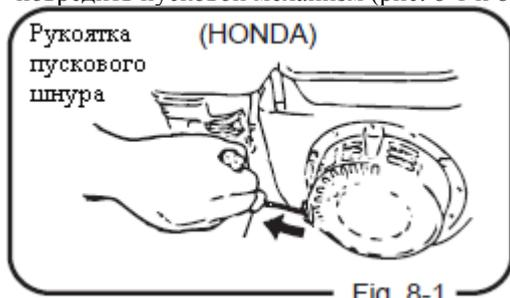

Fig. 8-1
- Плавнo потяните за рукоятку пускового шнура. Дёрните рукоятку, когда почувствуете сопротивление. Рассчитывайте свои силы, чтобы не повредить пусковой механизм (рис. 8-1 и 8-2).